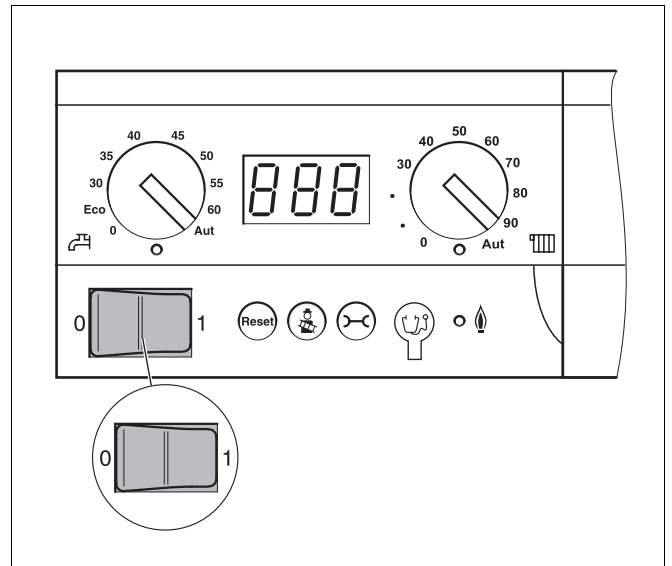

Bild 41 Basiscontroller Logamatic BC10
- Heizungsanlage am Betriebsschalter (→ Bild 41) ausschalten.